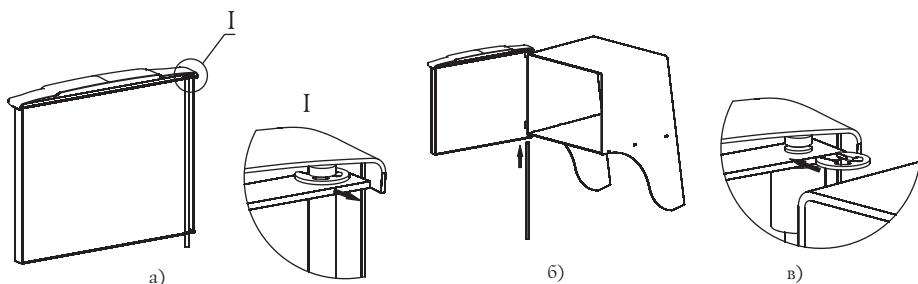

Рисунок 9. Установка дверцы при монтаже печи «Тунгуска»
1. Извлеките ось из дверцы, предварительно сняв упорную быстросъемную шайбу, рисунок 9.а;
3. Вставьте ось через отверстия снизу вверх, с расположением канавки под шайбу в верхней части оси, рисунок 9.б;
4. Установите упорную быстросъемную шайбу в канавку на оси, рисунок 9.в;